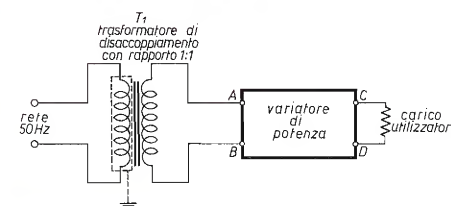

figura 2
- 1) Inserire tra il variatore e la rete un trasformatore di disaccoppiamento (figura 2).